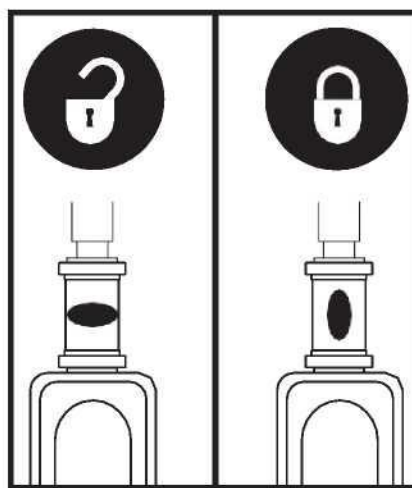

Figura 32. Botón de bloqueo del manillar
1. Retire la llave del interruptor de llave y, a continuación, bloquee el manillar en posición de línea recta empujando el botón de bloqueo del manillar y girándolo en sentido horario 90°. **Ver Figura 32.** La rueda delantera debe estar orientada hacia delante para poder bloquear el manillar.
6. Desbloquee el manillar girando el botón de bloqueo del manillar 90° en sentido antihorario. **Ver Figura 32.**